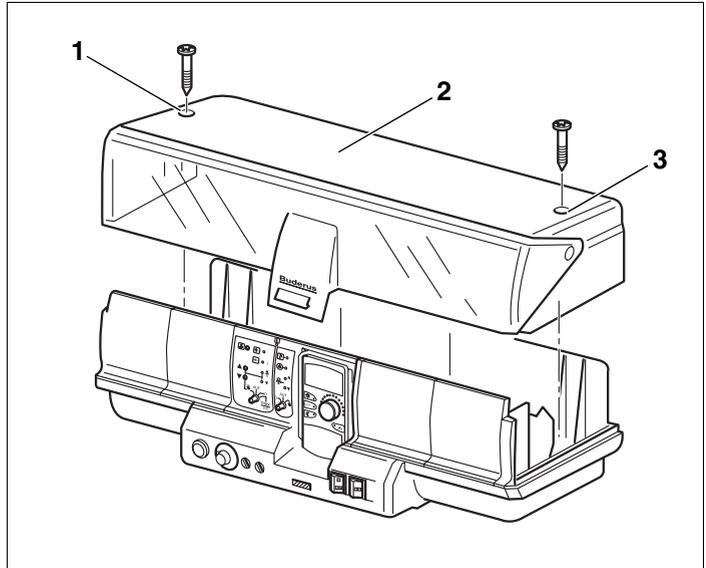

Abb. 19 Abdeckungen entfernen
- Die beiden Schrauben (Abb. 19, **Pos. 1 und 3**) an der Oberseite des Gerätes lösen .
- Klemmabdeckhaube (Abb. 19, **Pos. 2**) abheben.